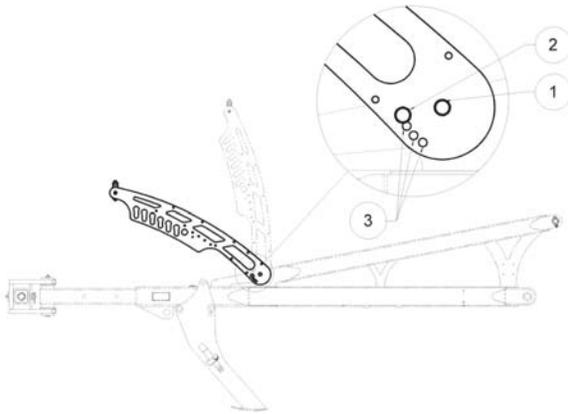

Abb. 8 Einstellung des Halters für die hydraulischen Leitungen
- Den Abstellfuß (Abb. 8) wie folgt heben:
- » Den Splint (2) und den Bolzen (1) herausziehen
- » Handgriff (3) fassen und den Abstellfuß nach oben ziehen
- » Den Bolzen (1) wieder einlegen und mit Splint (2) sichern